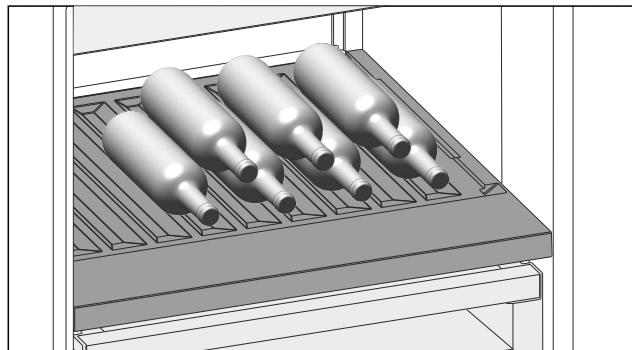

Fig. 97
- Бутылки укладывайте дном к задней стенке. (см. Fig. 97)